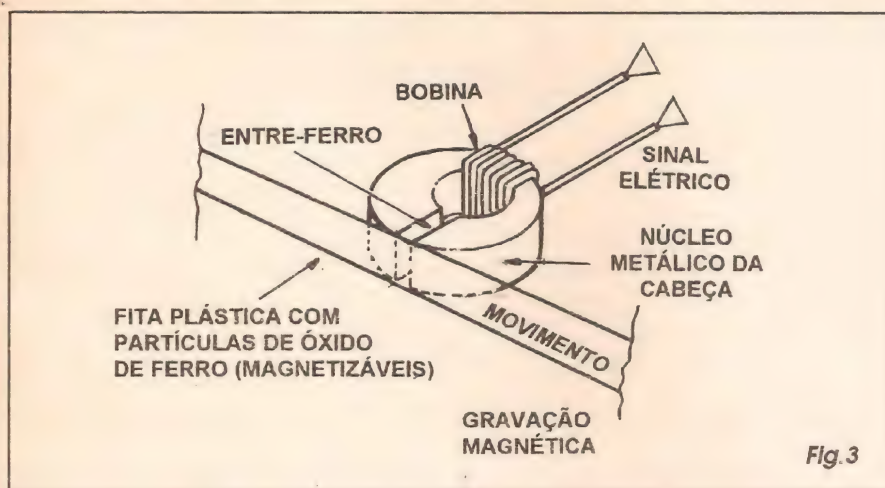

Fig. 3
- FIG. 3 - A GRAVAÇÃO MAGNÉTICA - Outro método de tornar o som *permanente* para audição posterior a qualquer momento (*e reprisável* à vontade...), muito popular, e que também tem sido usado comercialmente por décadas, é o que funciona por meios magnéticos... Também nesse sistema, os transdutores utilizados são de *segunda instância* (não lidam, nos processos imediatos de gravação e reprodução, com o SOM diretamente, mas com sua *representação*...). Nesse siste-